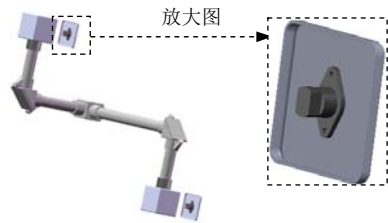

图 11.8.14 添加电气插头
- Step3. 添加电气插头。选择 电气 功能选项卡中的 通过拖/放来开始 命令，系统弹出“信息”对话框和“设计库”；打开设计库中的 routing\electrical 文件夹，选择“socket-6pinmindin.sldprt”插头为拖放对象；将插头拖放到图形区域中的圆孔位置，单击系统弹出的对话框中的 按钮；参照上述步骤，在另一装配体的圆孔位置添加插头，结果如图 11.8.14 所示。